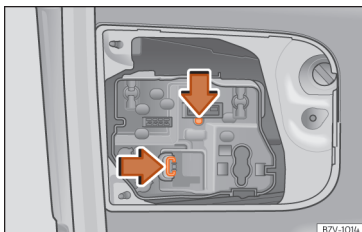

Abb. 69 An der Gepäckraumklappe: Lampenträger herausnehmen.
- Verriegelungslaschen in Pfeilrichtung drücken » **Abb. 69** und Lampenhalter herausnehmen.